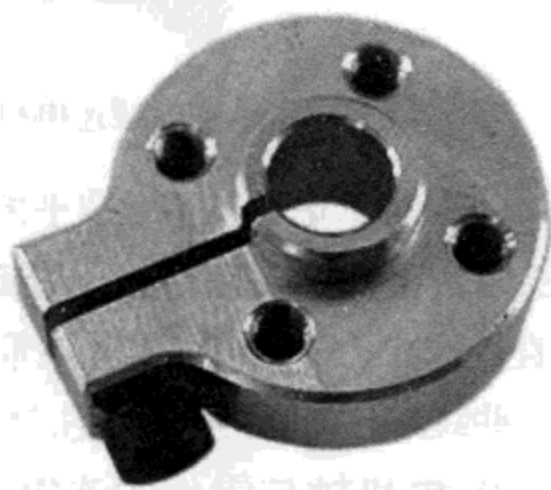

图7.20 轴毂夹
还有另外一种连接方式是用轴毂夹，也叫安装法兰，如图 7.20 所示。使用时，将电机轴夹进夹子中，然后用安装孔连接齿轮、滑轮等任何需要的零件。对于大直径的轴，McMaster 提供一种轴毂夹 (9684T1)，可完成这种安装。
(4) 螺钉连接：如果零件有带螺纹孔的轴毂，问题就简单了。如果有普通孔，可以对这个孔攻丝。如果根本就没有轴毂，可以自制一个，或用一个图 7.20 所示的现成轴毂。